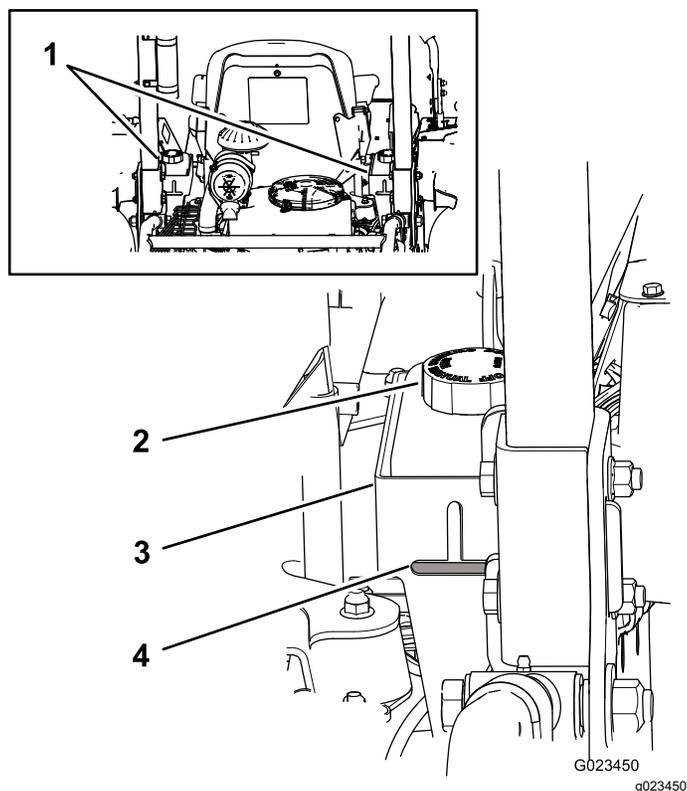

Рисунок 68
Баки машины заполняются на заводе высококачественной гидравлической жидкостью. Уровень гидравлической жидкости следует проверять, когда жидкость холодная. Машина должна находиться в положении транспортировки. Если уровень рабочей жидкости находится ниже верха горизонтальной части выреза смотрового стекла на задней поверхности гидравлических баков (Рисунок 68), долейте жидкость, чтобы довести ее уровень до приемлемого значения. **Не переполняйте баки.** Если уровень жидкости находится на верхней отметке горизонтальной части смотрового стекла, добавлять жидкость не требуется. Рекомендуемая жидкость для замены:
Примечание: Уровень жидкости должен располагаться у низа каждого из отверстий, как показано на Рисунок 68.
- A. Очистите область вокруг крышек гидравлических баков, чтобы предотвратить попадание мусора в систему (Рисунок 68).